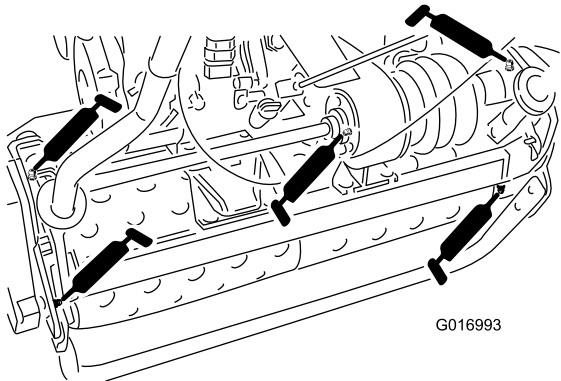

Figura 19
- 2 en los ejes del tambor (Figura 19)
- 3 en el diferencial (Figura 19)